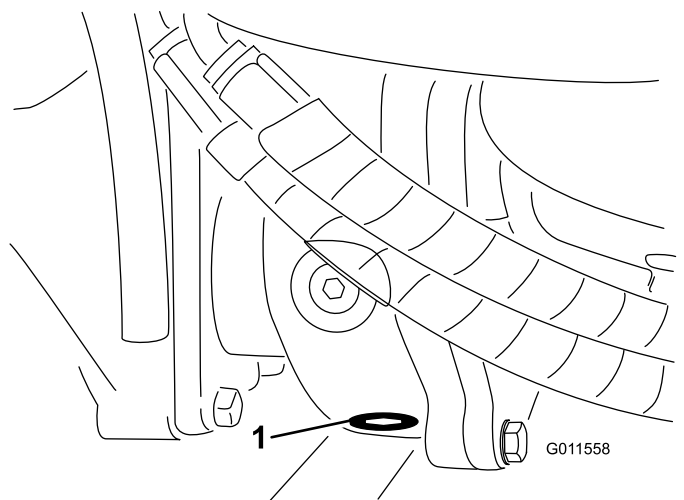

**Figura 74**
2. Limpie la zona alrededor de los tres tapones de vaciado, uno en cada extremo y uno en el centro (Figura 74).